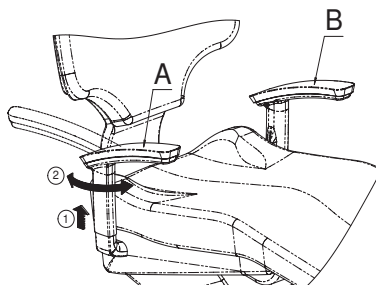

Fig. 18
Pour faire pivoter l'accoudoir optionnel (A), il doit être tiré vers le haut (maintenu dans son emplacement) jusqu'à ce que le mécanisme de rotation soit enclenché, permettant de le faire tourner jusqu'à ce qu'il atteigne la limite à laquelle il s'arrête. Pour remettre l'accoudoir à sa position initiale, il suffit de le tirer vers le haut et le tourner vers l'intérieur jusqu'à ce qu'il se verrouille automatiquement (fig. 18).